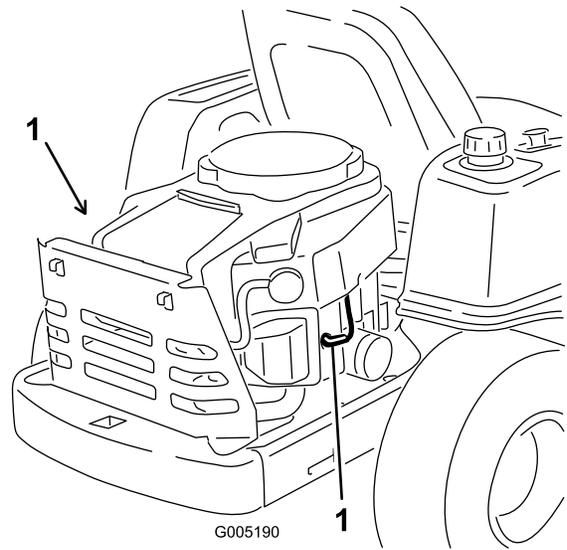

Figura 27
Desconecte el cable de la(s) bujía(s) (Figura 27).
3. Conecte el cable a la bujía (Figura 27).